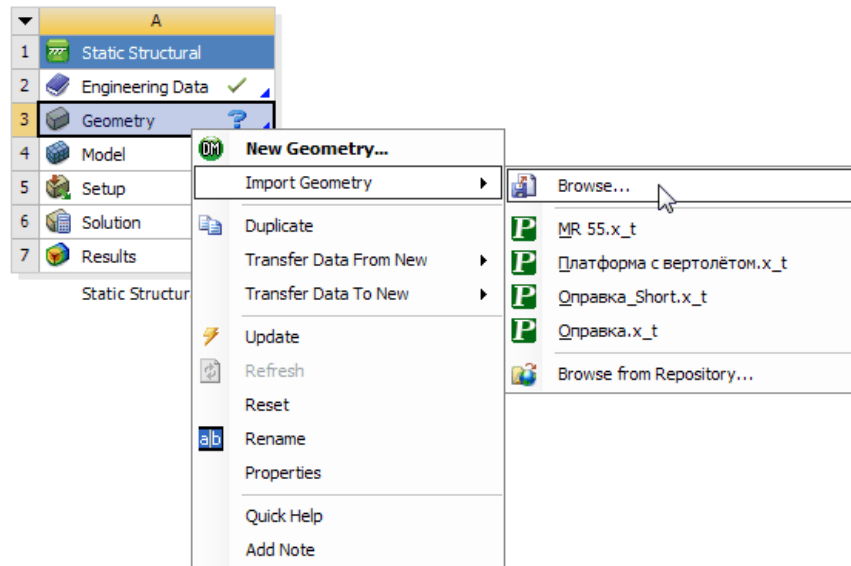

Рисунок 5.2 – Загрузка геометрии
- 2) В появившемся меню (рисунок 5.2) нажать **правой** кнопкой мыши на пункт «Geometry» («Геометрия (загрузить)»), выбрать пункт «Import Geometry...» и далее выбрать пункт «Browse...» («Найти...»). Зайти на диск D: в свою директорию, и щелкнуть по файлу, в который был импортирован упор, **именно в формате Parasolid – *.x_t!**